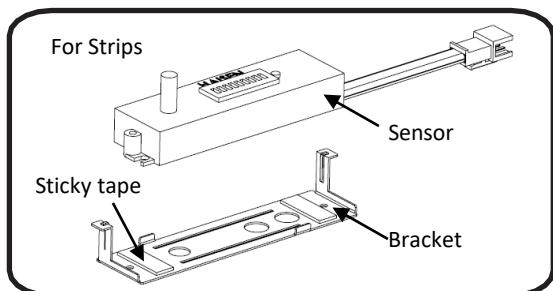
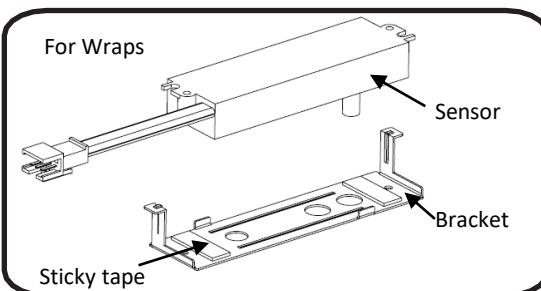

Fig 1
Fig 2
- ① Set the sensor DIP switch to the desired mode, then tear off the paper carriers of the sticky tape. Install the sensor to the spring bracket with the correct position. See below fig1 or fig2.
Réglez le commutateur DIP du capteur sur le mode souhaité, puis déchirez les supports en papier de la bande adhésive. Installez le capteur sur le support de ressort avec la position correcte. Voir ci-dessous fig1 ou fig2.